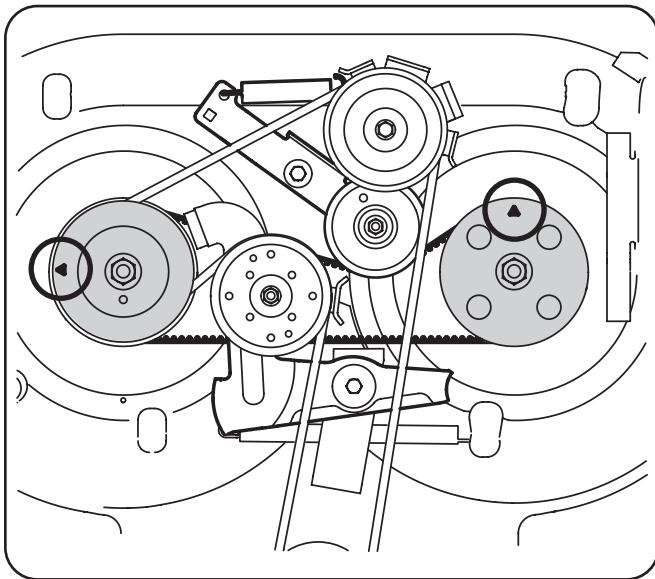

Figura 6-6
- La parte superior de cada polea de husillo está marcada con una flecha. Vea Figura 6-6. Las flechas deben estar perpendiculares (a un ángulo de 90°) entre sí.